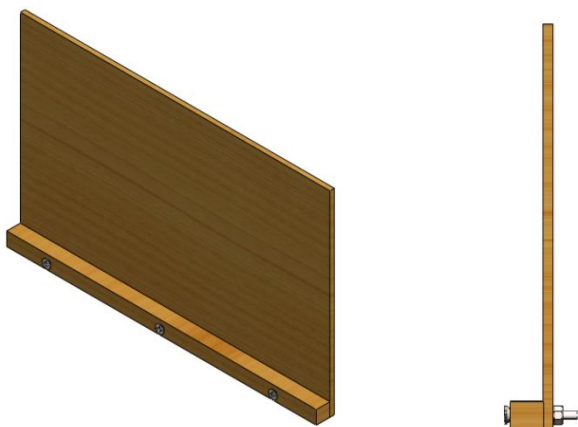

Figura 22. Passo 2 – Confeção da Chapa
-Passo 2: Faça a fixação do ressalto na chapa, através dos parafusos philips M6 de cabeça escareada e rosca soberba, e as porcas M6, como mostra a figura 22;